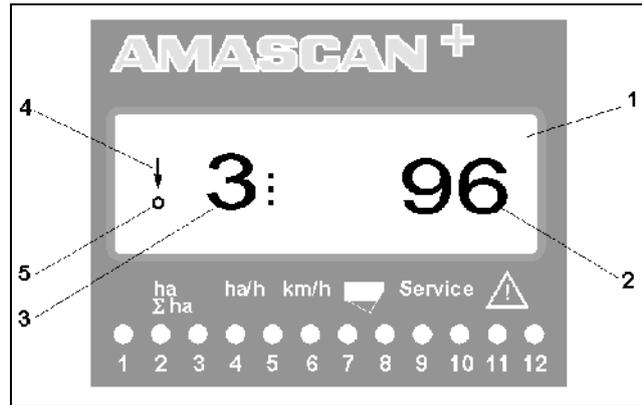

Fig. 4
Lorsque le semoir monograine est en position de travail, les éléments suivants sont affichés sur l'affichage à 6 positions (Fig. 4/1):
- À droite – le nombre instantané [graines /ha]/1000 (Fig. 4/2).
- A gauche (Fig. 4/3) l'affichage (chiffres 1, 2, 3 etc.) change automatiquement après 5 secondes. Le numéro affiché est celui de l'élément semeur actuellement surveillé.
- Flèche verticale (Fig. 4/4) et cercle clignotant situé en dessous (Fig. 4/5), dès que le capteur de mouvement (capteur „X“) fournit des impulsions à l'AMASCAN+.